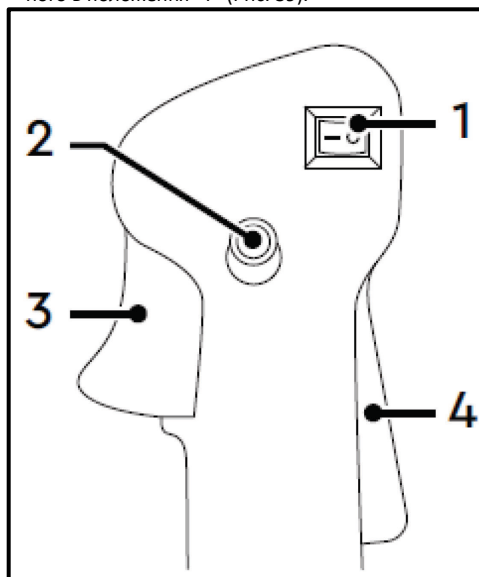

Рис. 39
- Натисніть на вимикач запалювання (1), перевівши його в положення «I» (Рис. 39).
- Для того щоб ріжучий елемент почав обертатися, натисніть і утримуйте клавішу блокування важеля газу (4), важіль газу (3) (Рис. 39).
- Мотокоша оснащена кнопкою (2) фіксації важеля газу (3) в натиснутому положенні, що суттєво додає зручності при роботі. Для того щоб зафіксувати важіль газу (3) в натиснутому положенні, необхідно натиснути й утримувати клавішу блокування важеля газу (4) та важіль газу (3), після чого натисніть кнопку (2) фіксації важеля газу (3). Відпустіть органи управління рукоятки (Рис. 39).
- Натисніть на вимикач запалювання (1), перевівши його в положення «0» – «Запалювання вимкнено», після чого двигун заглухне (Рис. 39).